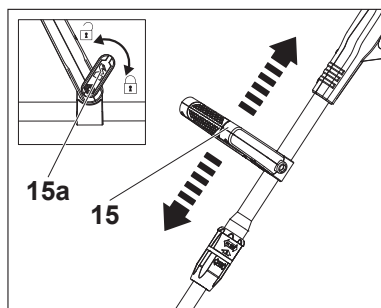

Fig. 11
1. Gire a alavanca de bloqueio (15a) no sentido inverso ao dos ponteiros do relógio e deslize a pega (15) para cima ou para baixo para ajustar a altura (Fig. 11).